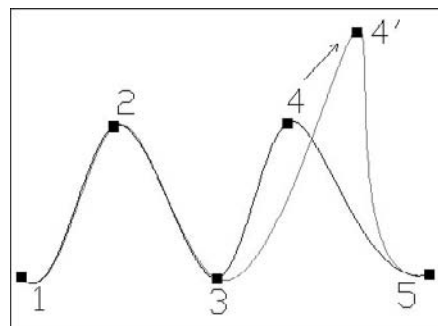

Fig.16.16
- 3 Sélectionnez l'option souhaitée. Ainsi, si l'on souhaite, par exemple, déplacer le quatrième point d'interpolation de la courbe (fig.16.16), il convient de choisir l'option **Lissée** (Fit Data) puis **Déplacer sommet** (Move).